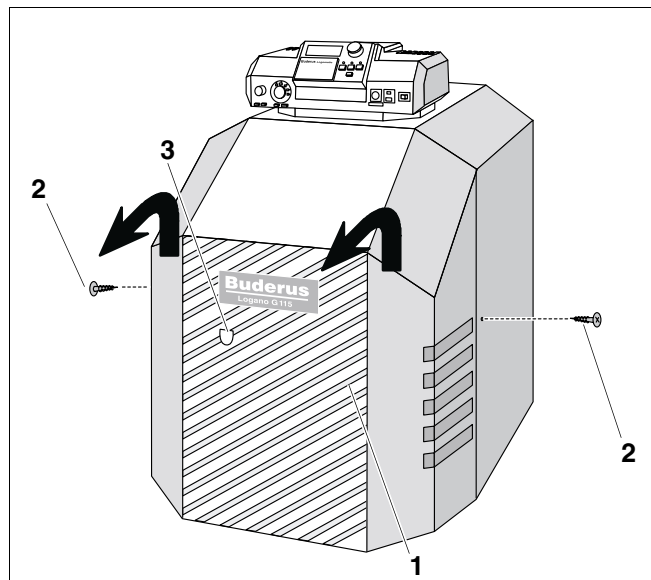

Рис. 5 Демонтаж кожуха горелки
Если котел Logano G115 укомплектован горелкой Logator типа BE, то нажимать на кнопку подавления помех можно через отверстие в кожухе горелки (рис. 5, поз. 3). Вам не нужно демонтировать кожух горелки.
- Открутите оба фиксирующих болта (рис. 5, поз. 2) на кожухе горелки (рис. 5, поз. 1).
- Снимите кожух горелки (рис. 5, поз. 1).